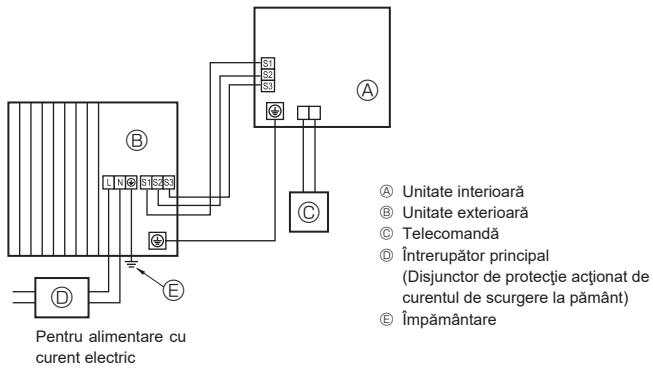
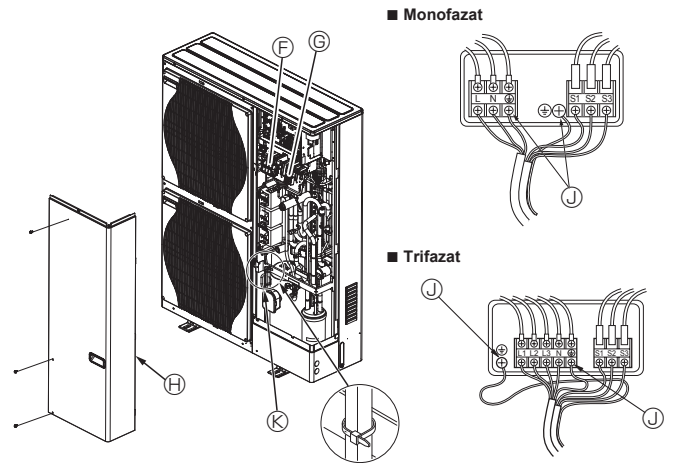

Fig. 5-1
Fig. 5-2
### 5.1. Unitatea exterioară (Fig. 5-1, Fig. 5-2)
- ① Demontați panoul de întreținere.
- ② Conectați cablurile respectând instrucțiunile din Fig. 5-1 și Fig. 5-2.